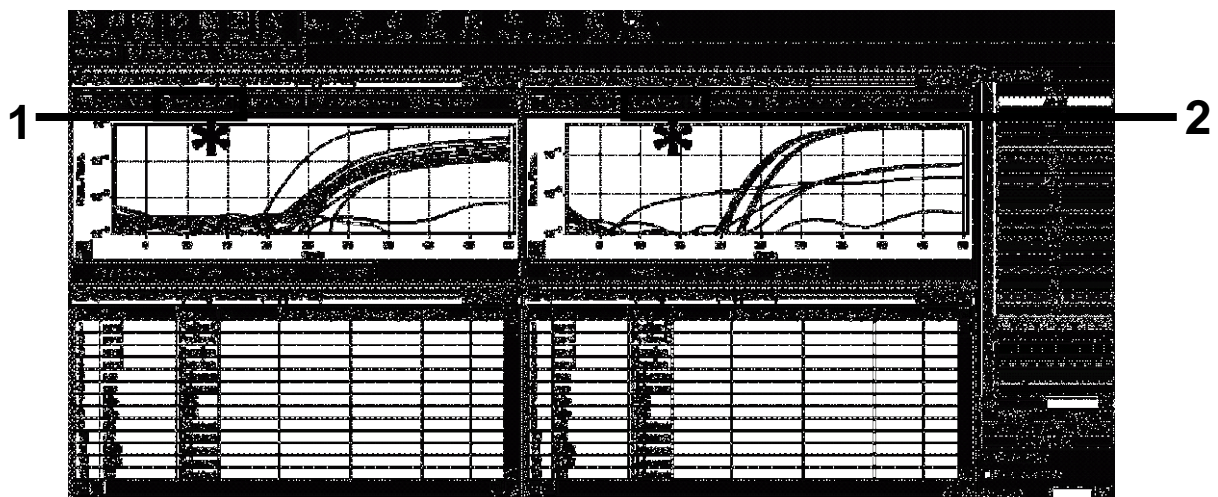

Abbildung 10. Einstellung "Slope Correct" („Steigung korrigieren“).
19. Ein neues Fenster wird eingeblendet (siehe Abb. 10). Klicken Sie in beiden Teilbereichen des Bildschirms auf die Funktion "Slope Correct" („Steigung korrigieren“), wie in Abbildung 10 dargestellt.